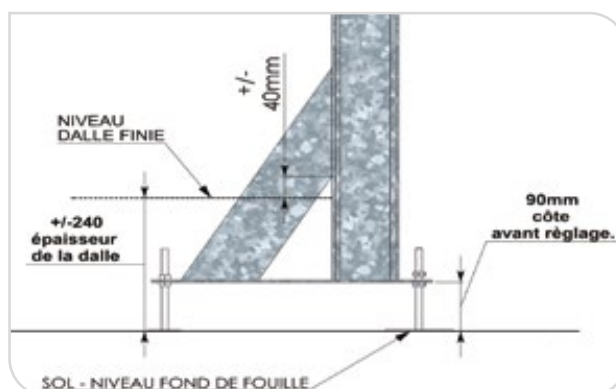
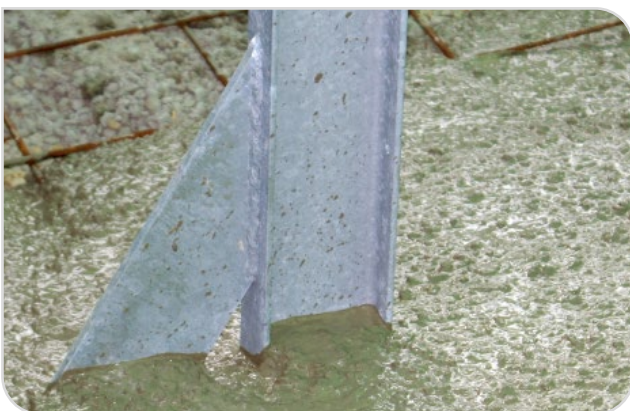

Figure 7 – Détail du vérin
Figure 11 – Coulage de la dalle (c)
Aux angles bas ces plats sont liés par un vérin de type AR (Détail Figure 7)
- ! Reportez vous aux *Figure 7* et *Figure 11* pour déterminer la hauteur de la dalle par rapport aux poteaux.